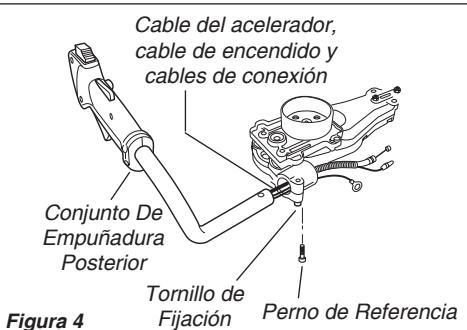

Figura 4
- Deslice el botón del interruptor hacia la posición I (encendido). Consulte Figura 4.